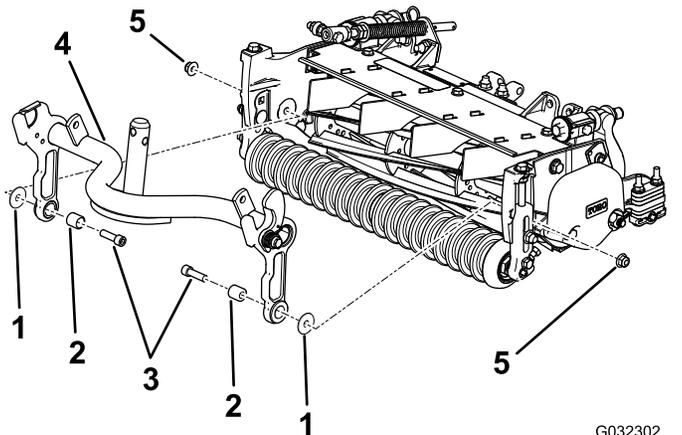

Bild 5
2. Setzen Sie eine Schraube (3/8" x 1-1/4"), ein neues Distanzstück und die vorher entfernte Scheibe an diesen Stellen ein und befestigen sie mit der Mutter aus dem Kit (Bild 5).